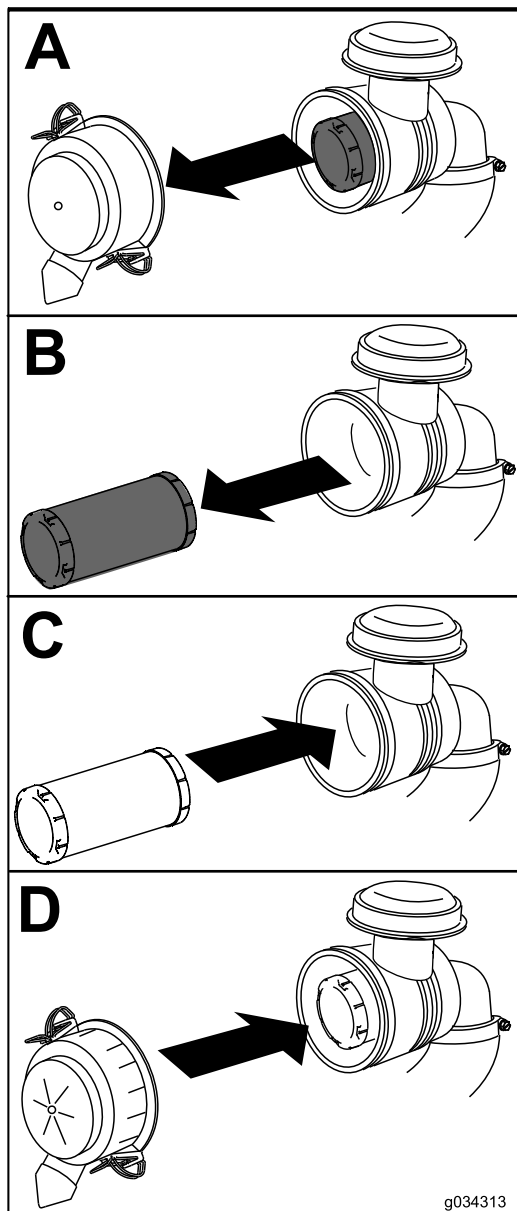

Figure 39
1. Sortez l'élément filtrant du boîtier du filtre avec précaution (Figure 39).
4. Reposez le couvercle du filtre à air, le côté portant l'inscription « UP » en haut, et verrouillez-le (Figure 39).